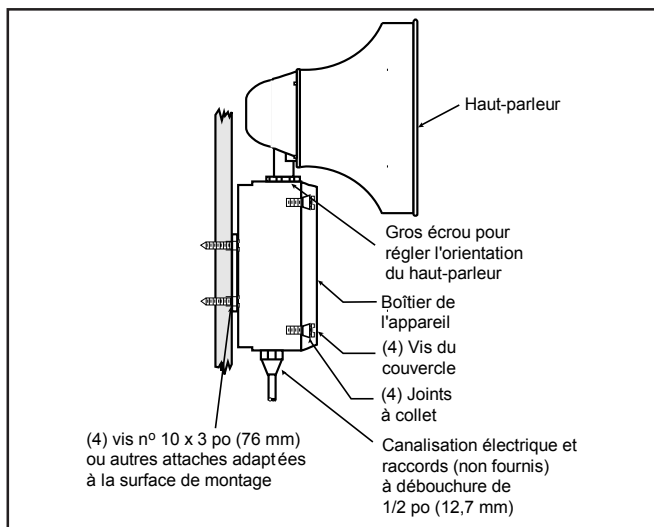

Figure 2. Montage de l'Adaptatone
1. Installer l'Adaptatone comme illustré sur la figure 2.
6. Pour régler l'orientation du haut-parleur, desserrer le gros écrou (Fig. 2) et tourner le haut-parleur jusqu'à la position voulue. Resserrer l'écrou et tourner le haut-parleur légèrement vers la droite pour le bloquer en place.